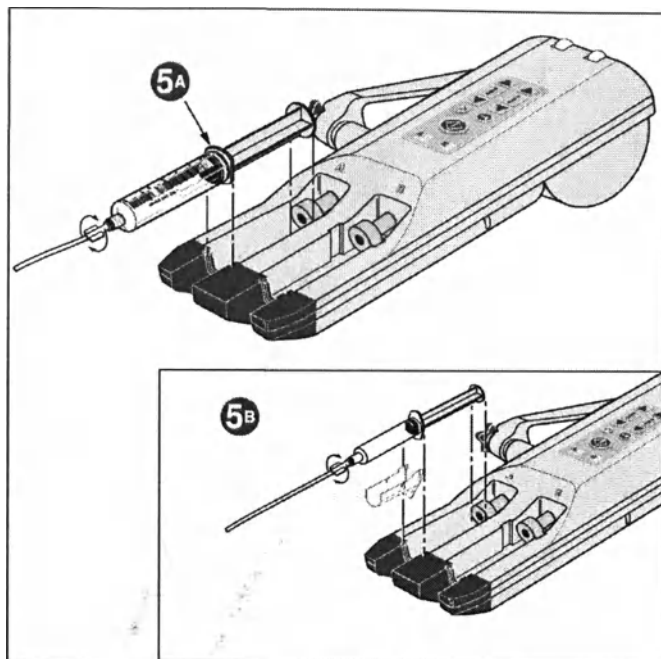

Figure 4-3-3 Installing the A-side Syringe
5. Когда весь воздух из шприца и соединительной линии удалён, вставить шприц в держатель Шприцевого Блока. Удостоверится что фланцы шприца, зашли в прорези держателя. См. рис. 4-3-3